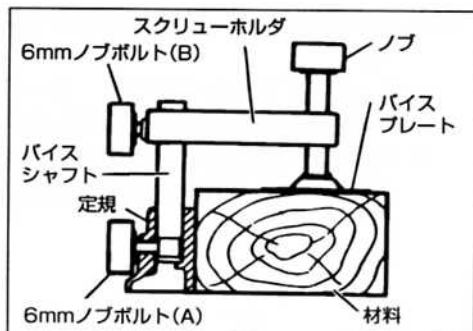

図20 (材料押え)
注) ・ヘッド部 (図1参照) を押し下げたとき、ヘッド部が材料押え (図20参照) に接触しないか確認してください。接触する時は6mmノブボルト (B) をゆるめ、接触しない位置に材料押えを移動し、材料を固定してください。
- (1) 材料押えは6mmノブボルト(A)をゆるめることにより、定規の左右に取付けられます。
- (2) 6mmノブボルト(B)をゆるめることにより、材料の高さにあわせスクリーホルダを上下に調節できます。調節後は6mmノブボルト(B)を締め、スクリーホルダを固定してください。
- (3) ノブをまわして、材料を固定してください。(図20)